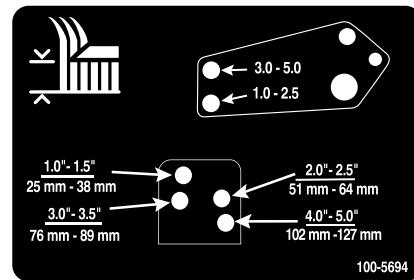

Figura 23
- Allineate i fori dei tiranti di smorzamento con i fori della staffa per l'altezza di taglio desiderata sul telaio del piatto di taglio, inserite i perni con testa e montate le coppiglie (Figura 23).